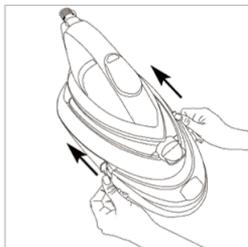

FIGURA 4
4. Coloque nuevamente el depósito de agua y asegúrese de que está posicionado firmemente en su lugar (Figura 4).